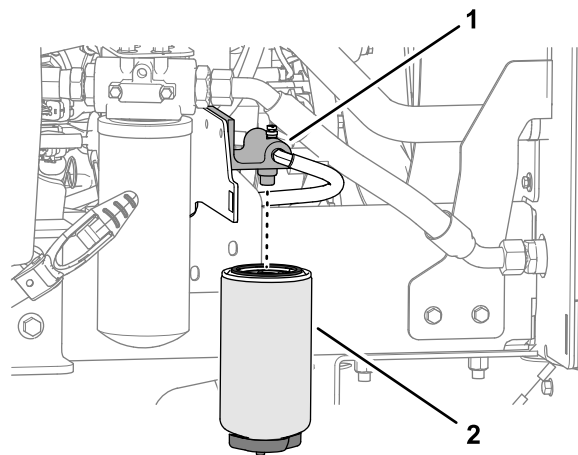

Figure 59
1. Placez un bac de vidange propre sous la cartouche du filtre à carburant (Figure 59).
3. Nettoyez la surface autour du filtre à carburant et de la tête du filtre (Figure 59).
4. Déposez la cartouche et nettoyez la tête du filtre (Figure 59).